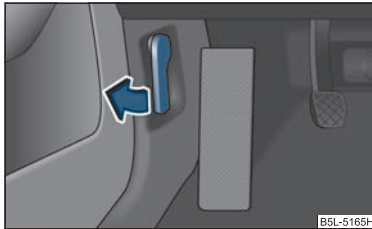

Fig. 161 Maneta de deblocare a capotei motorului
- Trageți maneta de deblocare de sub bord, pe partea șoferului ⇒ fig. 161.
- Deblocați capota motorului ⇒ fig. 161.